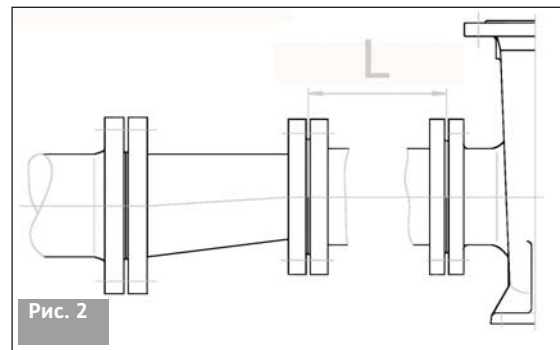

Рис. 2
- В случае изменения диаметра следует использовать асимметричные переходники, чтобы избежать образования включений воздуха. (рис. 2).
- На всасывающем патрубке, с целью предотвращения завихрений, следует предусмотреть входную манжету того же диаметра, что и диаметр патрубка насоса и длиной, равной 15 номинальным диаметрам патрубка насоса (рис. 2).
воздуха следует установить асимметричный переходник (рис. 2).